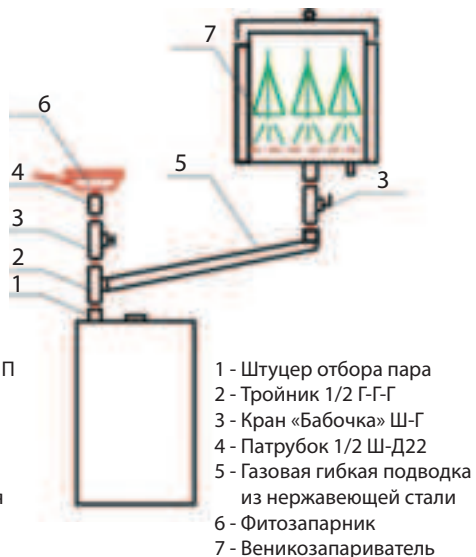

Рис. 5 Схема отбора насыщенного пара от ЭГПП
2.2.6 В качестве опции к Устройству возможно подключение Фитозапарника и (или) Веникозапарника в соответствии со схемой подключения рис. 5. К штуцеру отбора пара (поз. 1, рис. 5) через кран (поз. 3, рис. 5) подключается Фитозапарник (поз. 6, рис. 5), или, посредством гофрированной трубы из нержавеющей стали (поз. 5, рис. 5), Веникозапарник (поз. 7, рис. 5). При одновременном использовании Фитозапарника и Веникозапарника используется тройник (поз. 2, рис. 5)
- В Устройстве режим автоматического поддержания температуры в парильном помещении дополнен режимом парогенерации. Для включения ЭГПП следует нажать клавишу на левой боковой стороне ПУ (поз. 1, рис. 6), при этом на ПУ должен светиться индикатор красного цвета (поз. 2, рис. 5). Примерно через 30 мин. начнется генерация паровоздушной смеси.